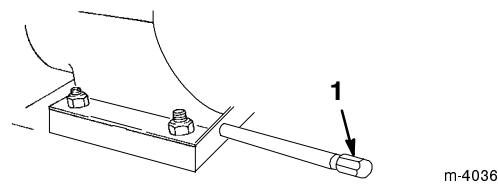

Figure 11
2. Nettoyez la surface autour du bouchon de vidange d'huile (Fig. 11).
3. Placez le bac de vidange sous le tube de vidange et retirez le bouchon (Fig. 11).